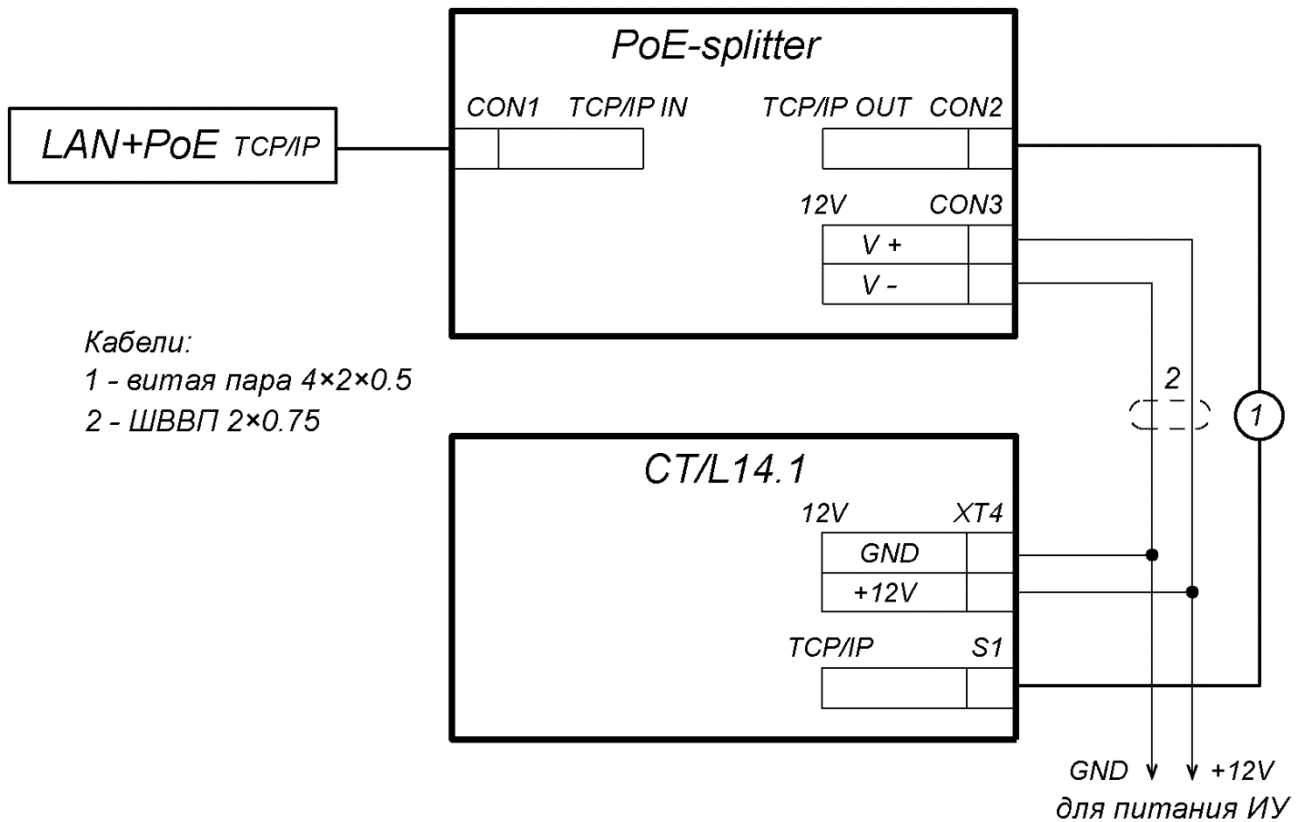

Рисунок 21. Схема подключения контроллера через *PoE*-сплиттер
3. Подключите цепи питания контроллера и при необходимости управляемого им ИУ к разъему **Con3** сплиттера. Схема подключения приведена на рис. 21 (штекер для подключения к разъему входит в комплект поставки сплиттера).